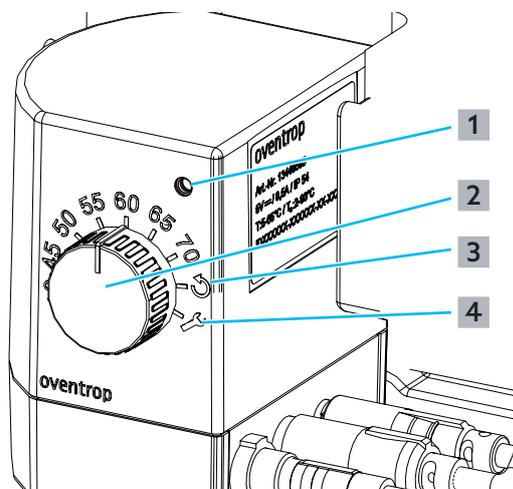

Fig. 20: Messages d'état et messages d'erreur au moteur
Si le sélecteur rotatif est positionné sur le symbole pour la réinitialisation d'erreur ((3) sur la Fig. 20 en page 25) pendant plus de 5 secondes, l'erreur affichée est alors réinitialisée et une course de calibrage est lancée. Tant que le sélecteur rotatif est positionné sur le symbole pour la réinitialisation d'erreur ((3) sur la Fig. 20 en page 25), une course de calibrage du moteur est toujours lancée, au cours de laquelle le point de fermeture du robinet de régulation est détecté.
- ▶ Positionner le sélecteur rotatif sur le symbole pour la réinitialisation d'erreur ((3) sur la Fig. 20 en page 25) pendant plus de 5 secondes pour réinitialiser une erreur.